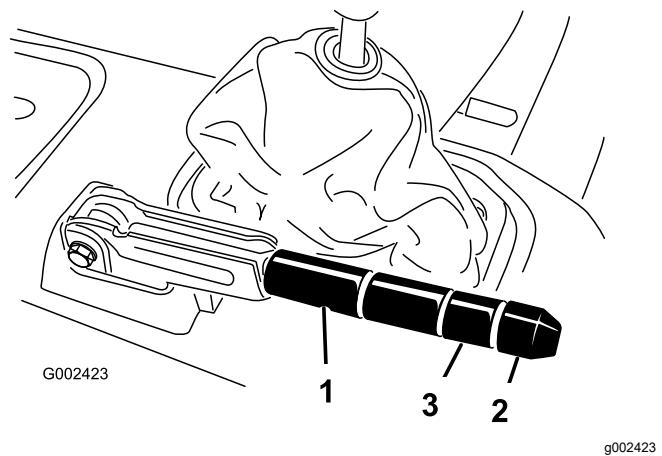

図 64
2. ブレーキレバーに調整ノブを固定している固定ねじをゆるめる(図 64)。